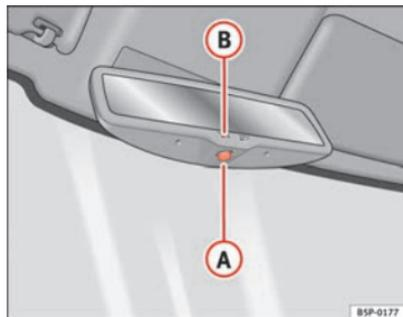

Fig. 88 Retrovisor interior com regulação automática para posição de antiencandeamento.
- Premir o botão **A** ⇒ fig. 88. O aviso de controlo **B** apaga-se.
- Premir o botão **A** ⇒ fig. 88. O aviso de controlo acende-se.